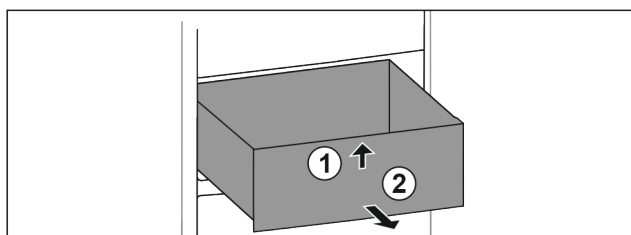

Fig. 73
- ▶ Nadvihnite zásuvku vpred. Fig. 73 (1)
- ▶ Odoberte zásuvku dopredu. Fig. 73 (2)